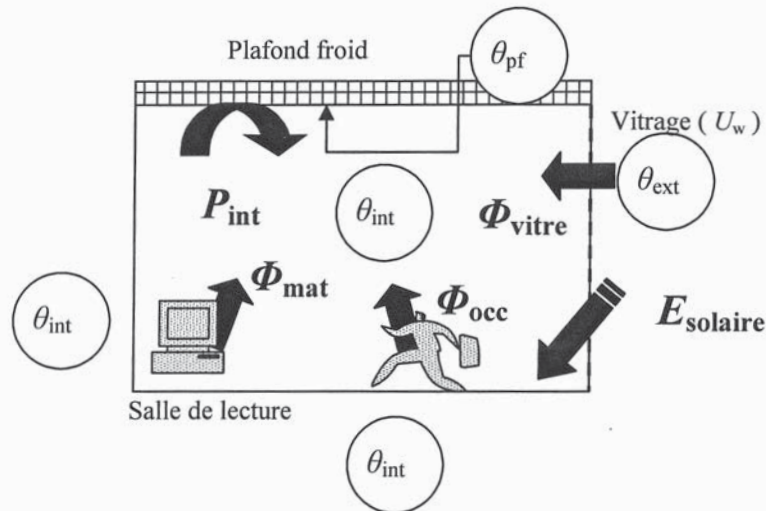

Figure 2 – Schématisation des flux de chaleur sensible dans la salle de lecture en condition d'été
- a) Écrire le bilan thermique de la salle de lecture en vous aidant de la figure suivante (Figure 2) et en déduire la puissance absorbée à l'intérieur du local P_{int} [W].